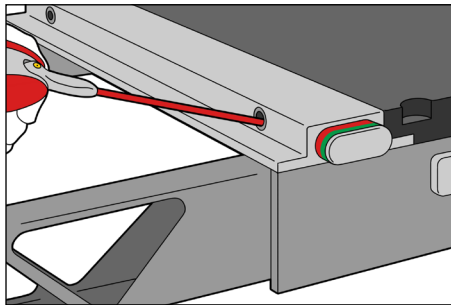

图 4
4. 将润滑剂喷布于安装孔内。（图 4）
6. 再次将润滑剂喷布于安装孔内。（图 4）